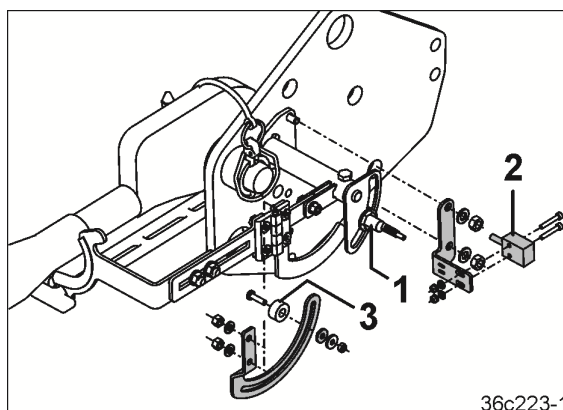

图 51
作业位置传感器 (图 51/1)
- 用于带可调式磁铁 (图 51/3)
作业位置传感器 (图 51/2) 。